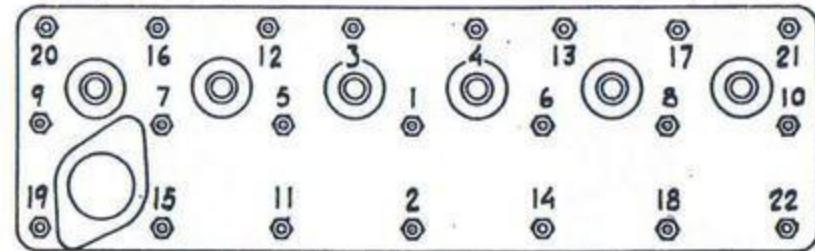

Bild 40. Åtdragningsschema för cylinderlocksskravar.
10. Lägg på ny cylinderlockspackning och montera cylinderlocket. Dra cylinderlocksskruvarna i ordning enl schema bild 40. Momentet skall vara 7—8 kgm (50—60 ftlb).